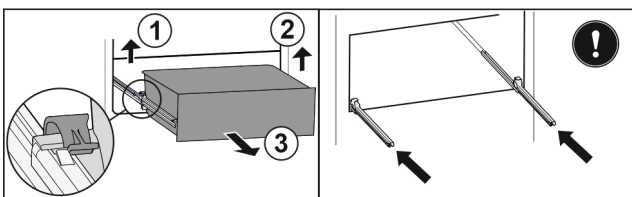

Fig. 213
- ▶ Linke Klemme anheben und gleichzeitig Schubfach links nach vorne ziehen. Fig. 213 (1)
- ▶ Rechte Klemme anheben und gleichzeitig Schubfach rechts nach vorne ziehen. Fig. 213 (2)
- ▶ Schubfach nach vorne entnehmen. Fig. 213 (3)